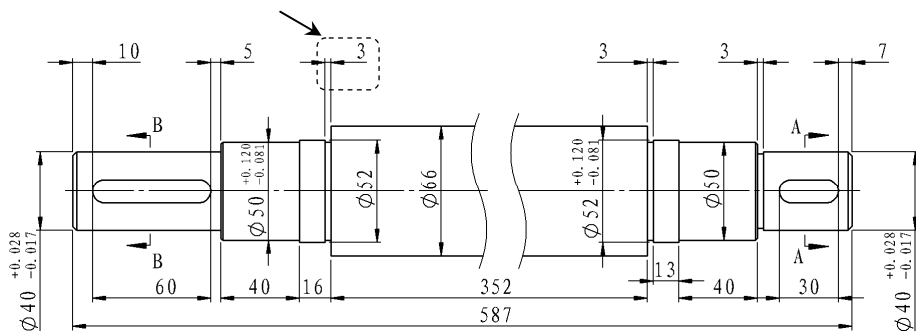

图 6.15.19 选取要修改的退刀槽尺寸
(1) 选取要修改的尺寸。选取图 6.15.19 所示的尺寸“3”, 系统弹出“尺寸”对话框。